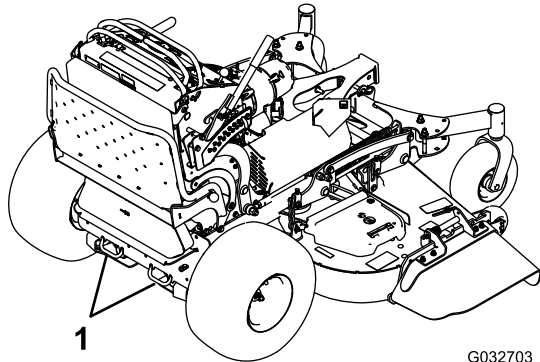

Figure 17
7. Arrimez la machine près des roues pivotantes avant et du pare-chocs arrière à l'aide de sangles, chaînes, câbles ou cordes (Figure 17). Reportez-vous à la réglementation locale concernant les exigences en matière d'arrimage.